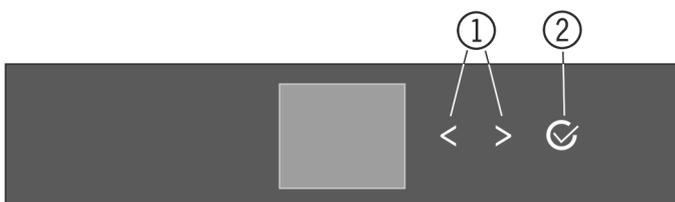
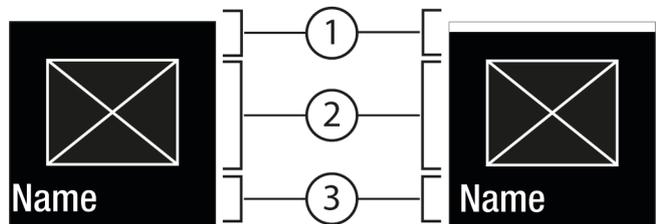
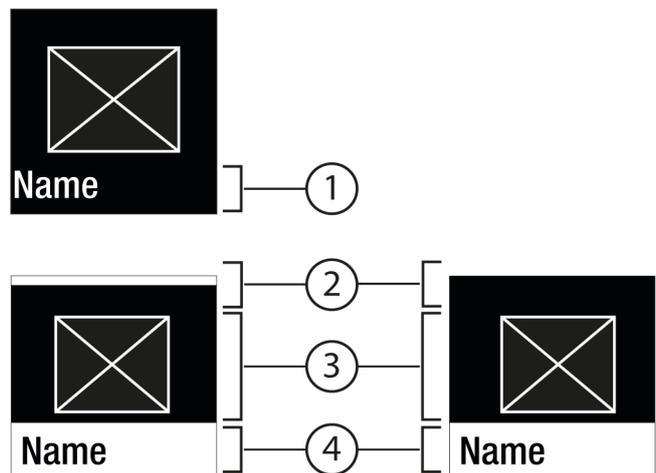

Fig. 5
Fig. 6
Fig. 7
- (1) Navigationspfeil links / (2) Bestätigen rechts
Navigationspfeil links / rechts Fig. 5 (1):
Bestätigen Fig. 5 (2):
- Mit Navigationspfeil links / rechts *Fig. 5 (1)* navigieren.
- Mit Bestätigen *Fig. 5 (2)* das Untermenü *Fig. 7 (4)* aufrufen.
- Neuen Wert einstellen: Mit Bestätigen *Fig. 5 (2)* einen deaktivierten Wert *Fig. 6 (1)* auswählen.
- Zurück ins Menü: Mit Bestätigen *Fig. 5 (2)* den bereits aktivierten Wert *Fig. 6 (2)* auswählen.
- ▶ Navigationspfeile *Fig. 5 (1)* so oft drücken, bis Funktion angezeigt wird.
- ▶ Bestätigen *Fig. 5 (2)* drücken.
- ▶ Navigationspfeile *Fig. 5 (1)* so oft drücken, bis die Funktion angezeigt wird.
- ▶ Mit Navigationspfeilen *Fig. 5 (1)* Einstellungswert wählen.
- ▷ Status: aktiviert *Fig. 6 (1)* erscheint kurz im Untermenü *Fig. 7 (4)*.
- ▶ Navigationspfeile *Fig. 5 (1)* so oft drücken, bis Einstellungen  angezeigt wird.
- ▶ Navigationspfeile *Fig. 5 (1)* so oft drücken, bis die gewünschte Einstellung angezeigt wird.
- ▶ Bestätigen *Fig. 5 (2)* 3 Sekunden lang drücken.